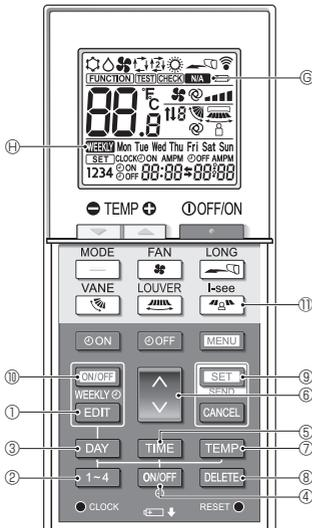

Fig. 4-3
<Passage en mode d'édition> (Fig. 4-3, Fig. 4-4)
Appuyez sur la touche **1~4** ②. (Fig. 4-3, Fig. 4-4)
- À chaque fois que vous appuyez sur la touche **1~4** ②, le numéro de modèle **A** change dans l'ordre séquentiel : 1 → 2 → 3 → 4.
Appuyez sur la touche **DAY** ③. (Fig. 4-3, Fig. 4-4)
- À chaque fois que vous appuyez sur la touche **DAY** ③, le jour de la semaine **B** change dans l'ordre séquentiel : Mon (lundi) → Tue (mardi) → Wed (mercredi) → Thu (jeudi) → Fri (vendredi) → Sat (samedi) → Sun (dimanche) → All days (Tous les jours).
1. Appuyez sur la touche **ON/OFF** ④. (Fig. 4-3, Fig. 4-5 ④)
- À chaque pression sur la touche **ON/OFF** ④, le réglage **B** change entre **ON** et **OFF**.
2. Appuyez sur la touche **TIME** ⑤. (Fig. 4-3, Fig. 4-6)
- Appuyez sur la touche **↑** ⑥ pour régler l'heure de fonctionnement.
3. Appuyez sur la touche **TEMP** ⑦. (Fig. 4-3, Fig. 4-7, Fig. 4-8)
- Appuyez sur la touche **↑** ⑥ pour régler la température.
- Lorsque le mode **AUTO** (point de réglage double) est activé, appuyez sur la touche **TEMP** ⑦ pour basculer entre la limite supérieure **E** et la limite inférieure **F**.
<Suppression des réglages> (Fig. 4-3)
<Transmission des réglages> (Fig. 4-3)
<Activation de la minuterie hebdomadaire> (Fig. 4-3)
4.7. Capteur i-See (Fig. 4-3)